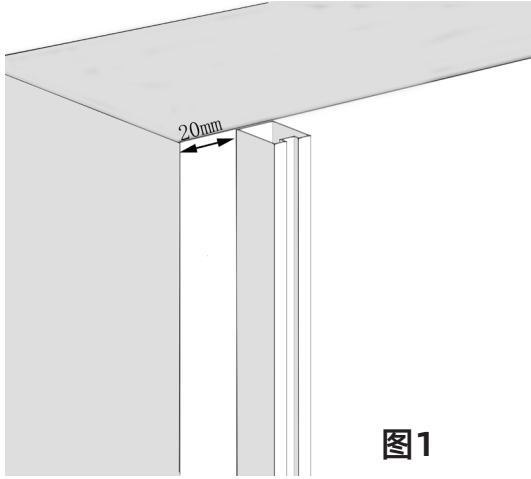

图1
- ① 布置起始龙骨（HLH-026），距离墙面边缘不小于20mm以上如图1所示：